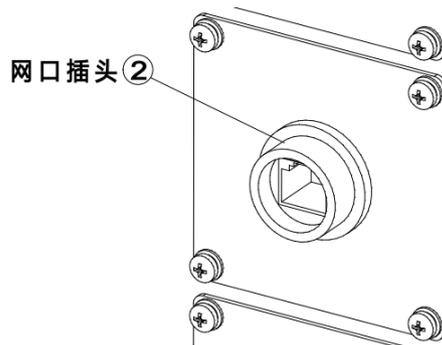

图 14-4 网口插头
步骤2. 把②网口插头（参考图 14-4）安装在网口插头安装板上。